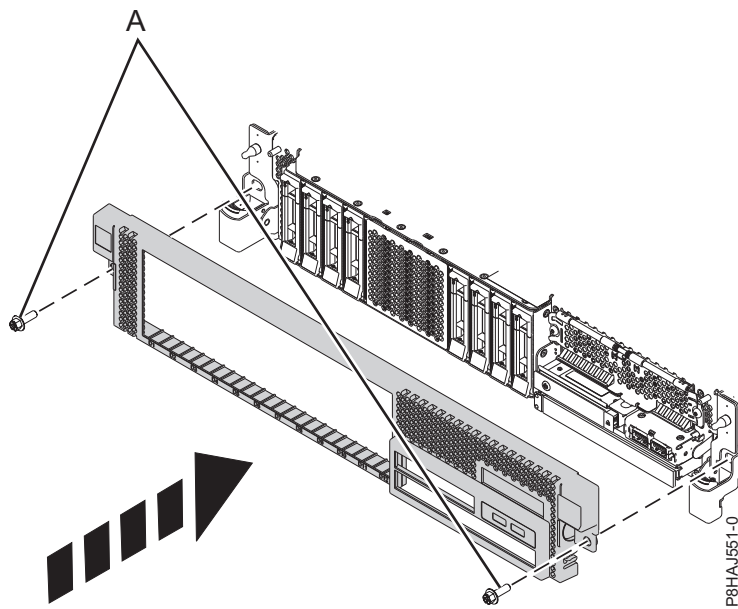

Figura 15. Instalación de la cubierta frontal
3. Cierre los pestillos de liberación empujando en la dirección que se muestra en Figura 15 en la página 36. La cubierta se insertará en su posición y dispone de una hendidura que le permite sujetarla más fácilmente.
4. Sustituya los tornillos de envío (A).